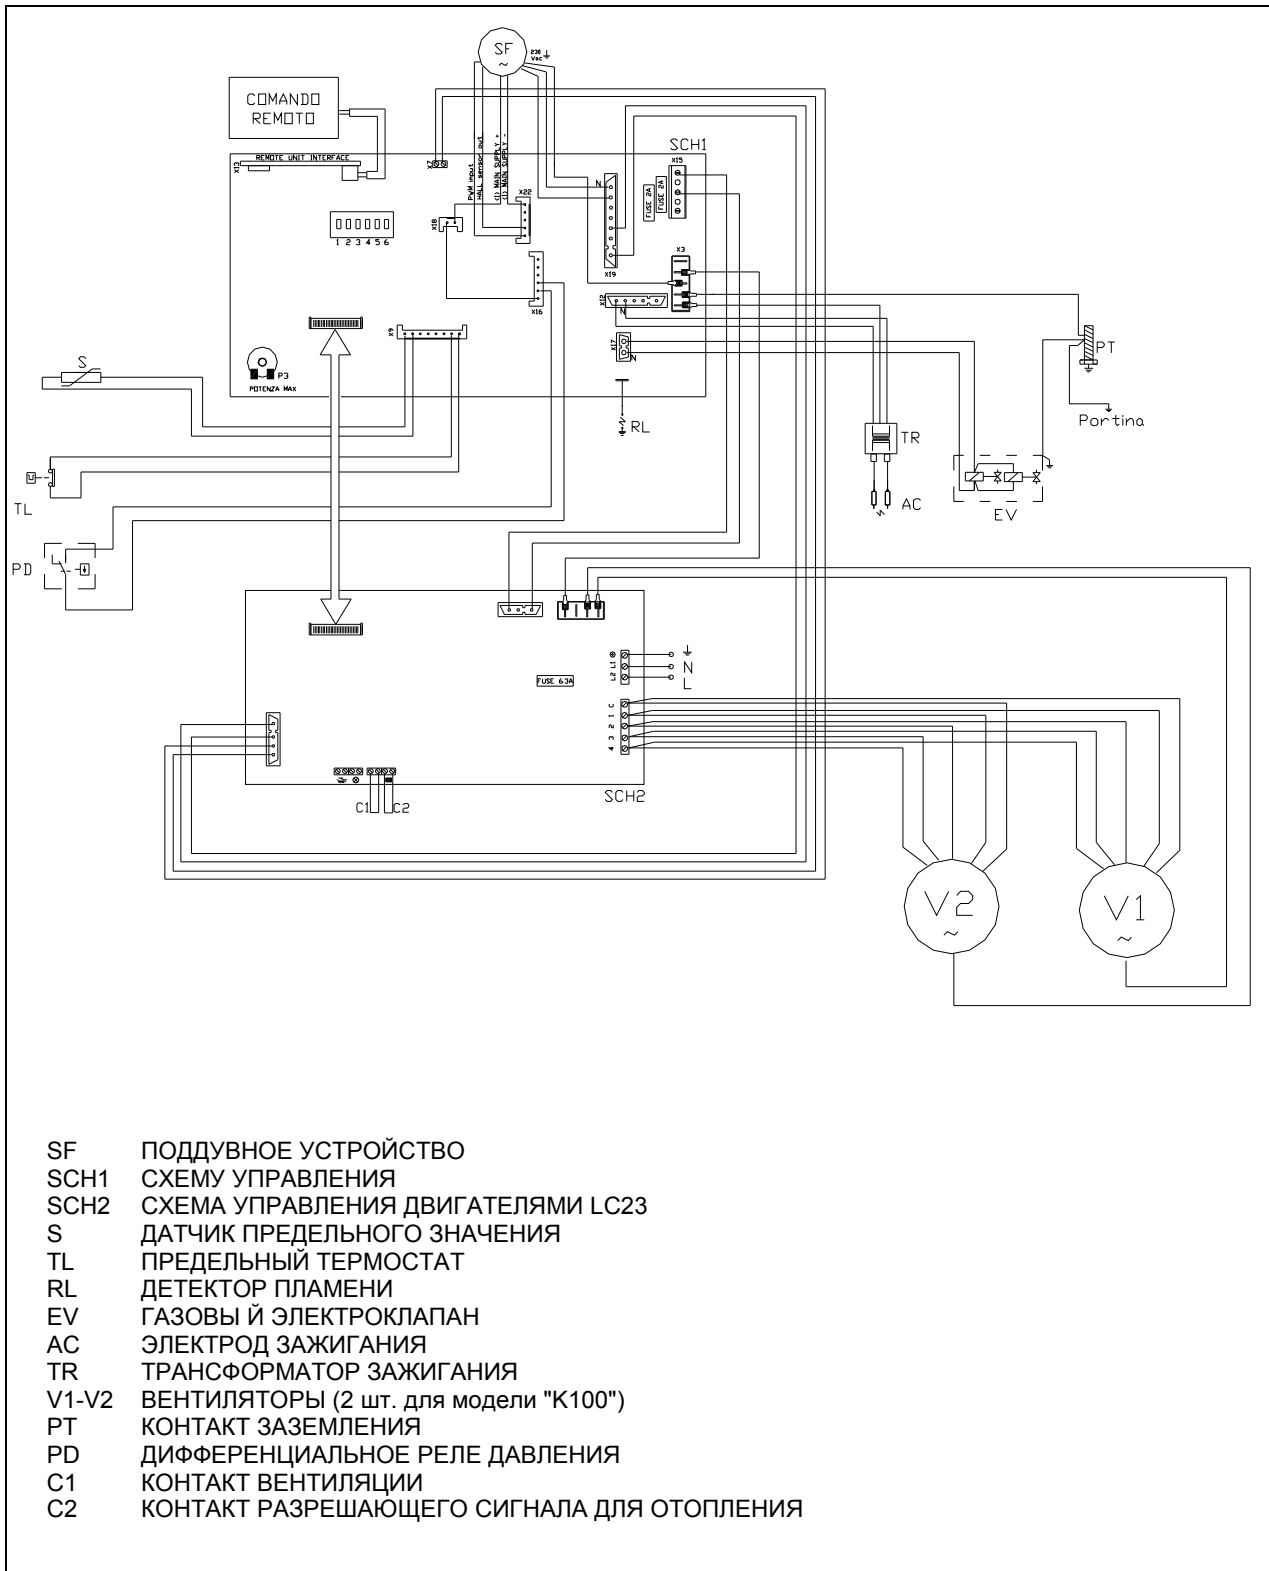

Рисунок 31 – Монтажная электрическая схема для устройств серии К
2. Выполнить электрические соединения по монтажной электрической схеме. (смотри Рисунок 31 на странице 57), используя провод типа H05 VVF 3x1,5 мм² с максимальным наружным диаметром 8,4 мм.
Сигнализация о сбоях в работе может выполняться также на расстоянии; для этого следует подсоединить к зажимам J9 схемы LC23 светодиод (выход 230 В – 50 Гц, смотри схему на Рисунок 31).
Дистанционно можно также выполнять разблокировку. Для этого необходимо подсоединить кнопку к зажимам J11 схемы LC23 (выход 230 В – 50 Гц, смотри схему на Рисунок 31).